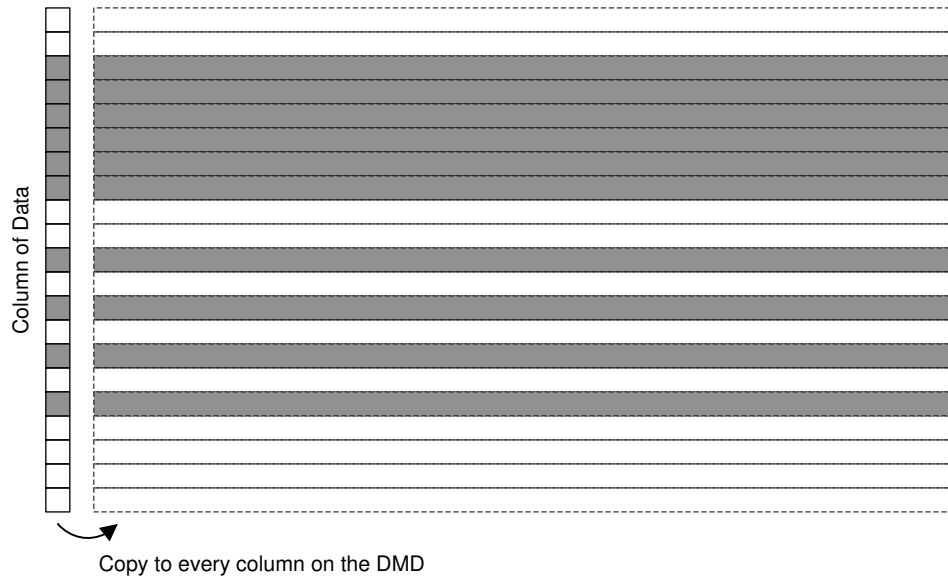
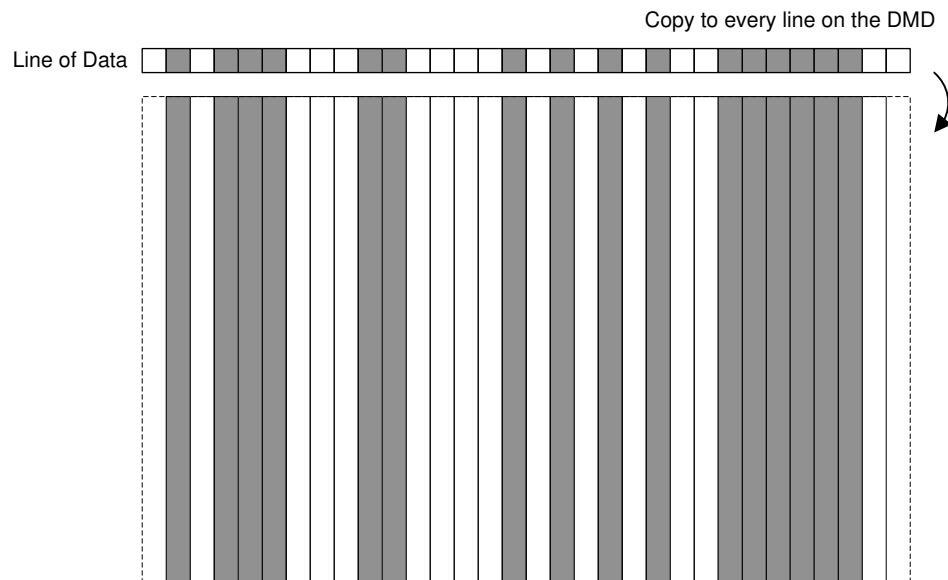

图 6-12. 列复制
图 6-13. 行复制
- 内部图形模式仅支持 1D 图形；也就是说，图形数据在 DMD (图 6-12 和图 6-13) 的整行或整列上相同。